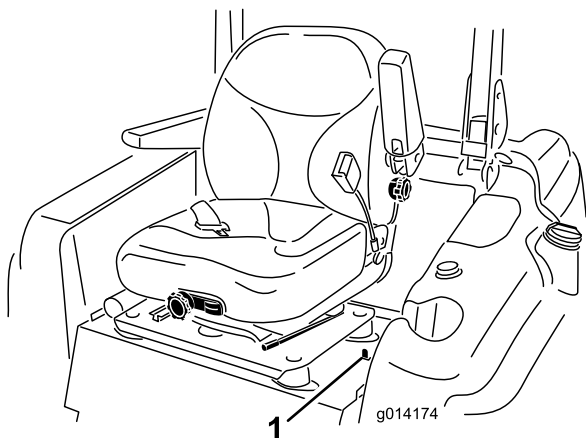

Figure 23
1. Déplacer le verrou du siège, situé sur le côté gauche du siège, vers l'arrière pour déverrouiller le siège et tirez le haut du siège en avant (Figure 23).